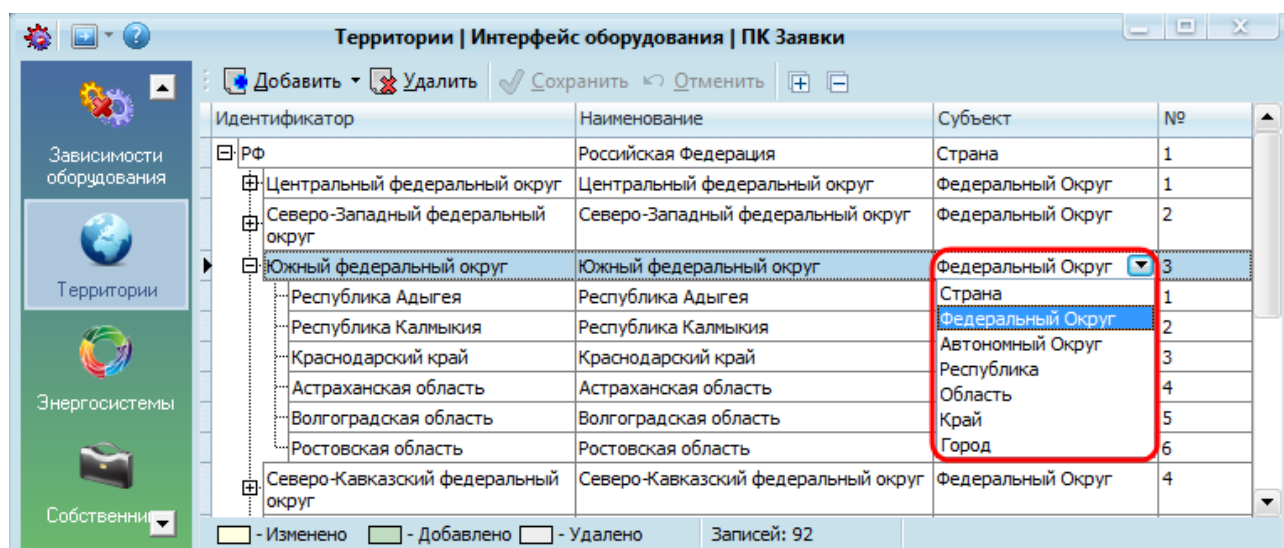

Рисунок 8.2 – Форма справочника «Территории»
- **«Субъект»**. В поле вводится субъект из раскрывающегося списка субъектов Российской Федерации (Рисунок 8.2).